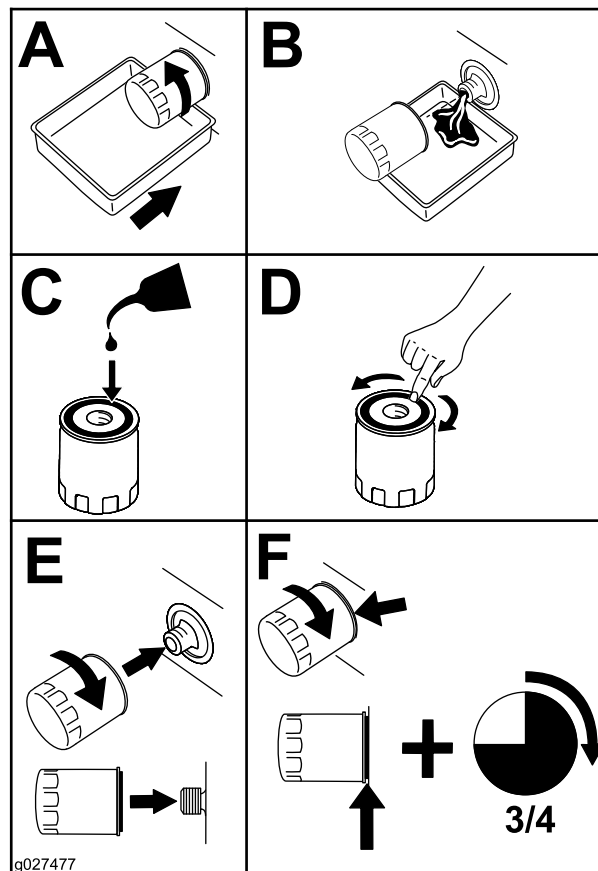

Figure 54
2. Remplacez le filtre à huile moteur (Figure 54).